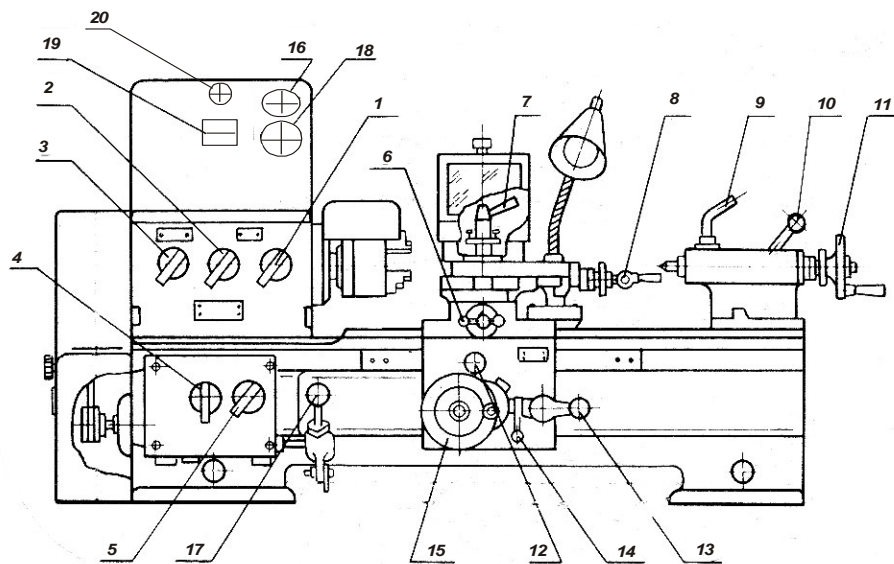

Рис. 2. Схема расположения органов управления
Позиция на рис. 2	Органы управления и их назначение
- 1.5.1. Общий вид станка с обозначением органов управления представлен на рис. 2